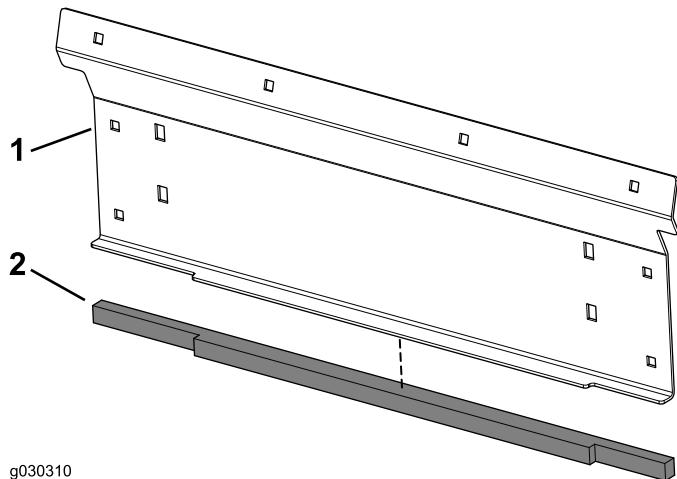

Figura 16
- Aplice o vedante posterior na placa posterior inferior (Figura 16).